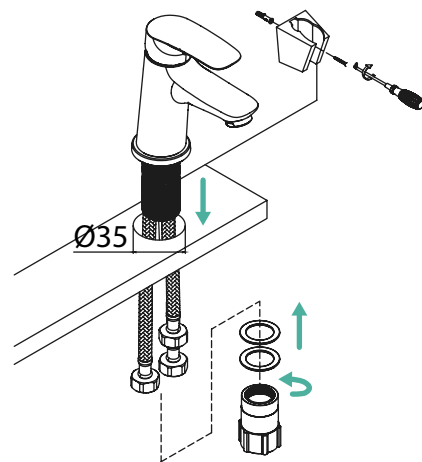

Рис. 4
4. Закрепите смеситель на санитарно-техническом изделии, используя входящий в комплект набор крепежа (рис.4).
5. Наденьте резиновую прокладку, уплотнительную шайбу и крепежную гайку на впускные шланги (рис.4), затяните их на резьбу. Подключите гибкую подводку к системе водоснабжения.
6. Установите держатель (рис.4). Присоедините шланг для душа и гигиеническую лейку.